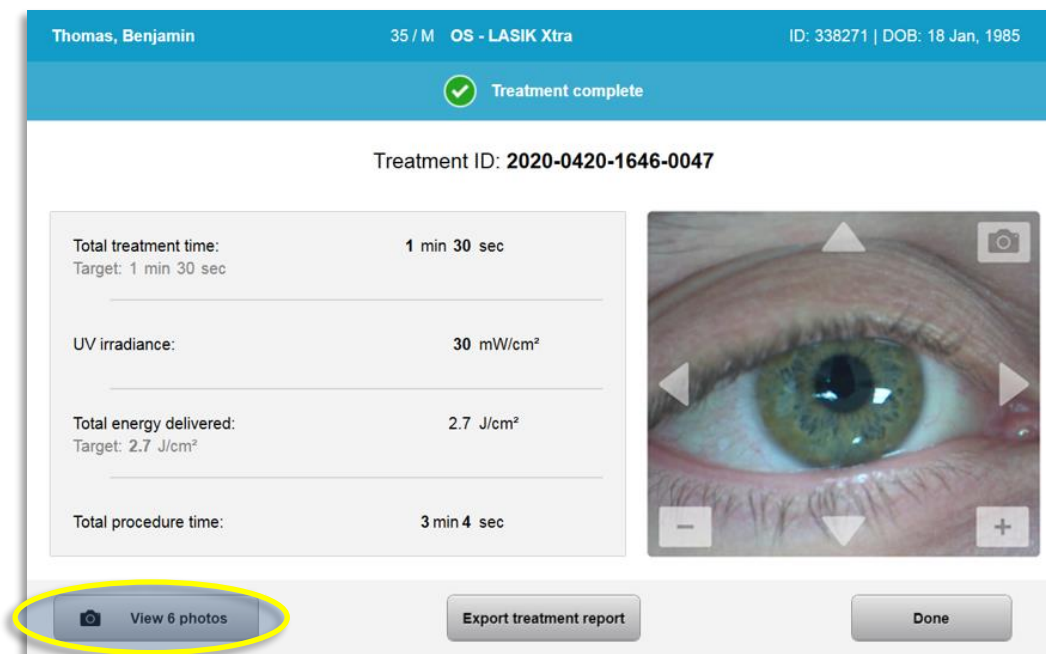

Figure 3-32. Écran Traitement terminé
- À la fin d'un traitement, un récapitulatif des paramètres du traitement sera affiché et l'écran affichera « Treatment complete » (Traitement terminé), comme illustré à la figure 3-32.
- Sélectionnez « View Photos » (Afficher des photos) pour entrer dans la galerie de photos, comme illustré à la figure 3-32.